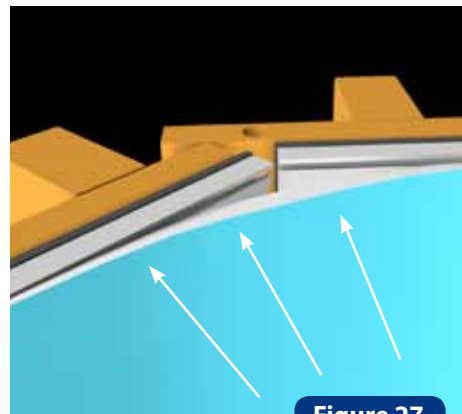

Figure 27
- Accrochez le lien de liner dans la baguette (figure 27).